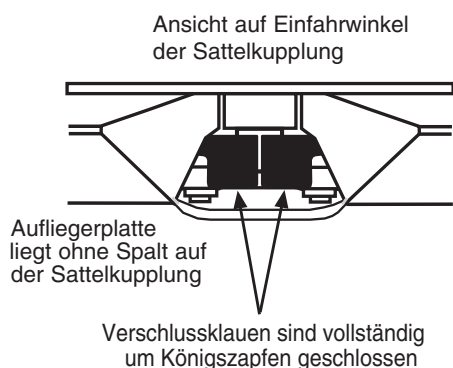

Abb. 3
- Fahren Sie unter den Auflieger bis der Verschluss automatisch einrastet und machen anschließend einen Anfahrversuch. Stellen Sie die Bremse der Zugmaschine fest und versichern sich durch Sichtkontrolle ob die Sattelkupplung ordnungsgemäß geschlossen ist (siehe Abb. 3).
HINWEIS Sollte der Verschlusszustand nicht entsprechend Abb. 3 geprüft werden, können Auflieger verloren gehen und/oder Menschenleben gefährdet werden.